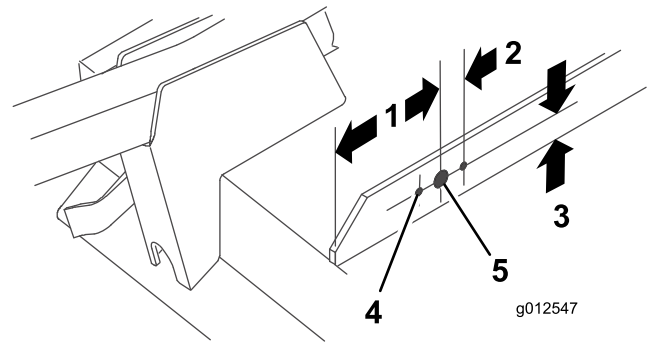

図 19
2. 図 19 に示す寸法に従って、右ブリッジバーに直径 20.6mm の穴を1つと直径 10.3mm の穴を2つ開ける。